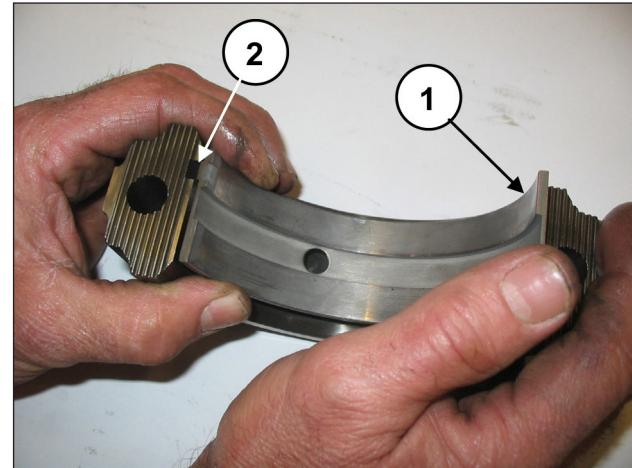
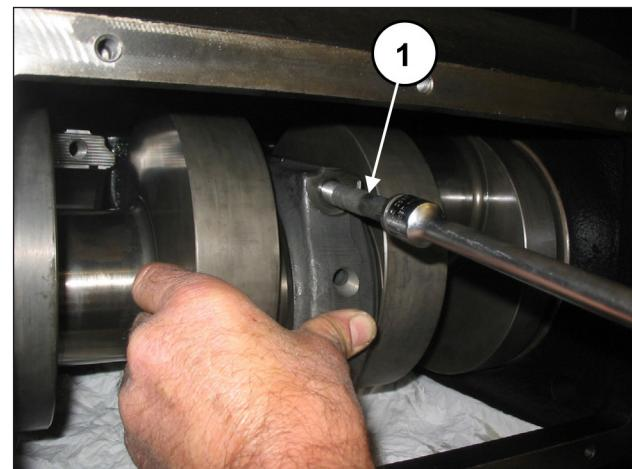

Abb. 58
Abb. 59
Montieren Sie die unteren Lagerschalen an die Pleueldeckel (Pos. ②, Abb. 58) und vergewissern Sie sich dabei, dass die Bezugsmarkierung der Lagerschalen in der entsprechenden Aufnahme am Deckel zu liegen kommt (Pos. ②, Abb. 58). Befestigen Sie die Pleueldeckel mit Pleuelhälften anhand der Schrauben M12x1.25x87 (Pos. ①, Abb. 59).